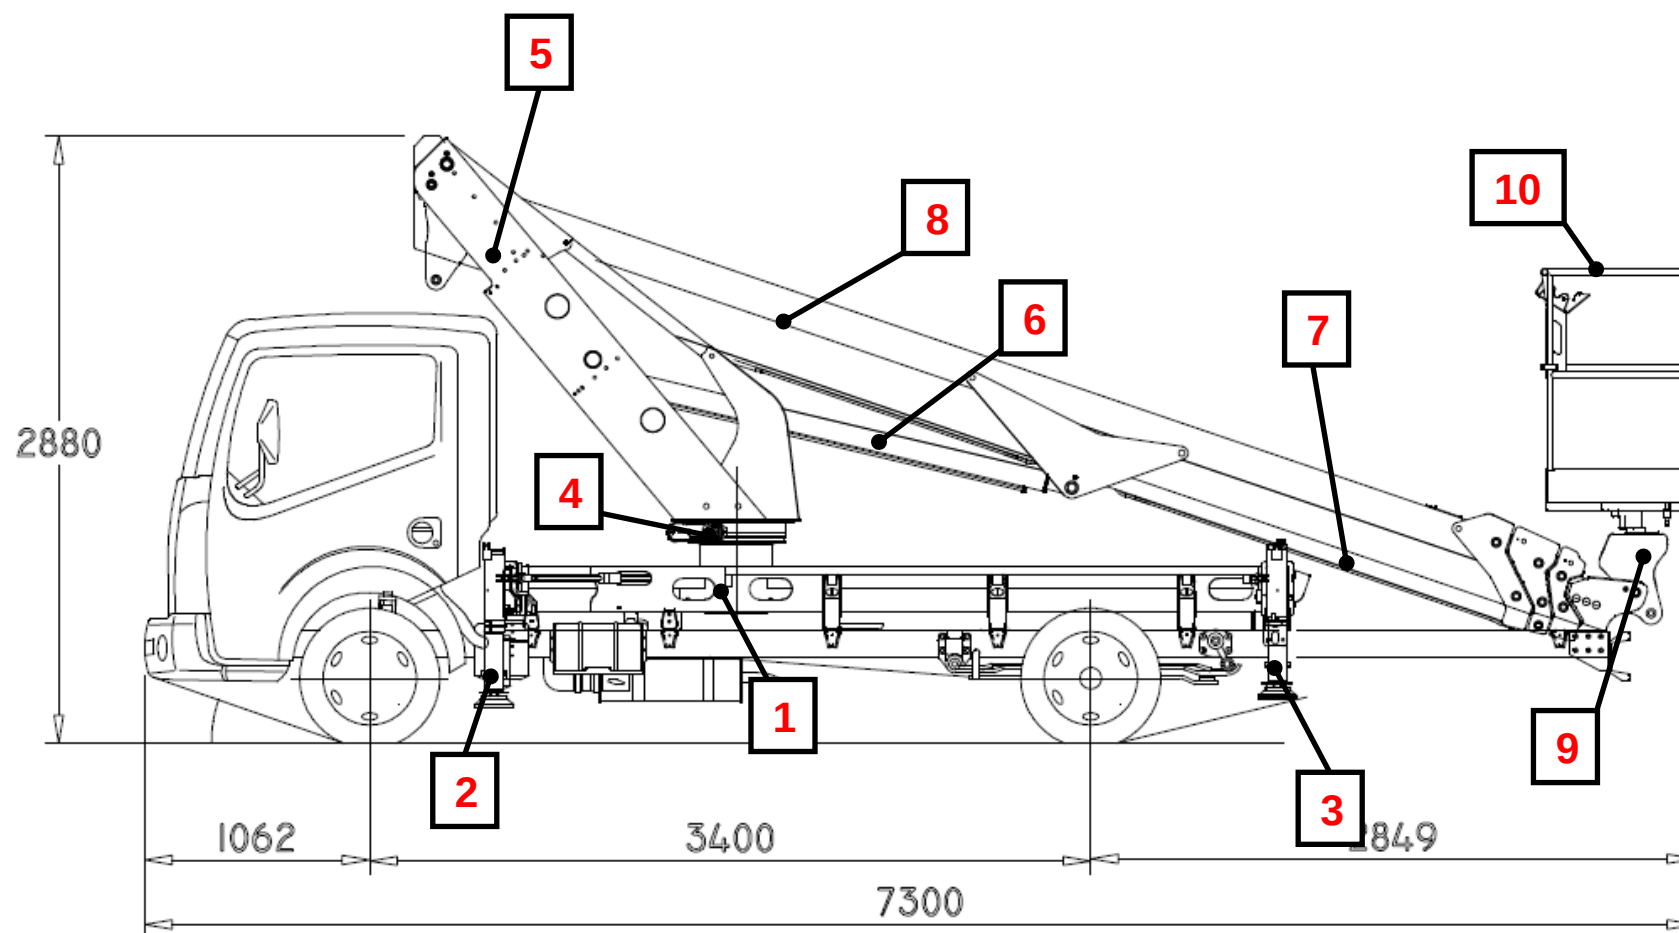

Figura 9 - Componenti principali della PLA220
2.3.1 ▶ Controtelaio **1** (Figura 9)
Struttura in acciaio di qualità, rigidamente fissata al telaio dell'autocarro, atta a ripartire equamente, su detto telaio, il peso dell'attrezzatura quando l'autocarro è in posizione di marcia. Il controtelaio è dotato di 4 martinetti oleodinamici adibiti alla stabilizzazione [due cilindri stabilizzatori anteriori **2** (Figura 9), due cilindri stabilizzatori posteriori **3** (Figura 9)]. I cilindri degli stabilizzatori sono vincolati al controtelaio mediante travi che possono scorrere all'interno di guide poste sul controtelaio. Lo sfilo (o il rientro) di tali travi è ottenuto mediante l'utilizzo di due coppie di martinetti oleodinamici (martinetti sfilo travi sx e martinetti sfilo travi dx). Sul controtelaio è posto il basamento per la ralla di sostegno **4** (Figura 9), che tramite il gruppo di rotazione consente il brandeggio dell'attrezzatura. Il controtelaio è finito con un piano di calpestio in alluminio bugnato, antisdrucchiolevole.
2.3.2 ▶ Torretta **5** (Figura 9)
2.3.3 ▶ Braccio telescopico **8** (Figura 9)
Alla torretta è incernierato il braccio telescopico **8** (Figura 9). Il braccio telescopico è composto di quattro elementi: 1 braccio fisso incernierato alla torretta e 3 bracci sfilabili. Il movimento di sfilo (o rientro) del braccio telescopico si ottiene manovrando il "cilindro di sfilo braccio telescopico" **7** (Figura 9). Il movimento di sollevamento (o discesa) del braccio telescopico si ottiene manovrando il "cilindro di sollevamento braccio telescopico" **6** (Figura 9).
2.3.4 ▶ Supporto basculante **9** (Figura 9)
2.3.5 ▶ Cesta **10** (Figura 9)